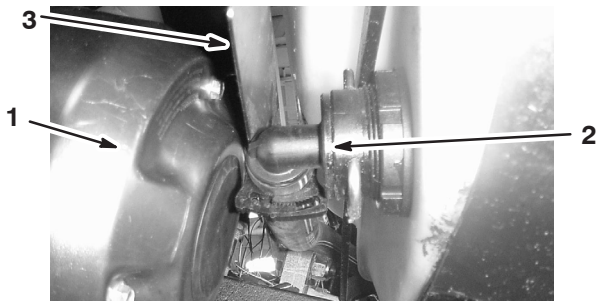

Bild 54
3. Schließen Sie den Schlauch vorne unten am Behälter ab (Bild 54).
Hinweis: Sie müssen ggf. das Wärmeschutzblech nach hinten drücken (Bild 54), wenn Sie die Abdeckung entfernen.
7. Schließen Sie den Schlauch vorne am Behälter an (Bild 54).